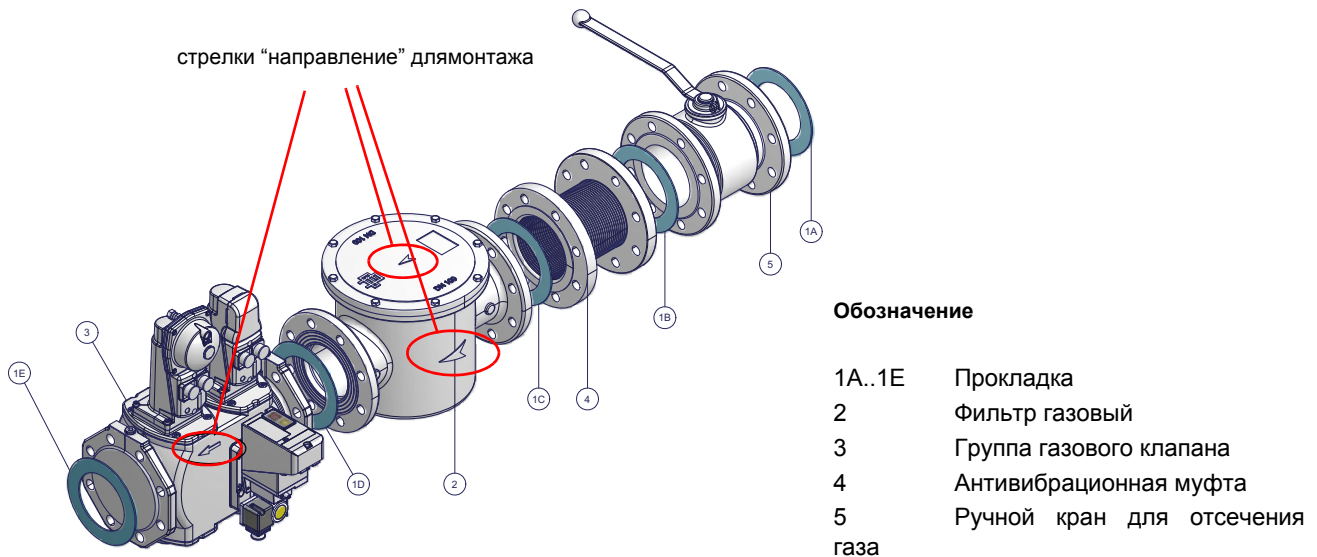

Рис. 2 - Пример газовой рампы
- б) при фланцевых соединениях: между соседними компонентами устанавливать прокладку (1А..1Е - Рис. 2), совместимую с используемым газом,
**ВНИМАНИЕ:** после монтажа газовой рампы согласно схеме на Рис. 2, необходимо провести тестирование на герметичность газового контура, согласно требований действующих нормативов.